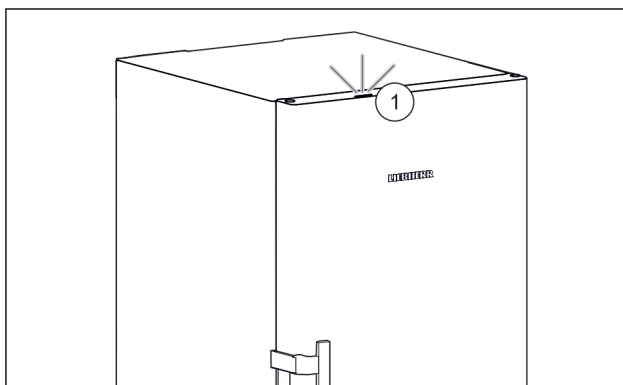

Fig. 51 Aktívne stavové svetlo pri zatvorených dverách
- ▷ Stavové svetlo Fig. 51 (1) je aktivované.